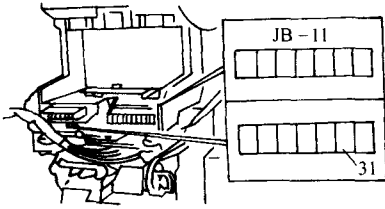

图 4-7 前照灯不亮的故障排除
2) 从接线盒拆下 CPU。在前照灯开关处于“OFF”情况下, 测量接线盒插头 (JB-11) 的 31 端的电压, 如图 4-7 所示。若电压为蓄电池电压, 更换 CPU; 若为其他, 修理线束 (前照灯继电器 - CPU)。